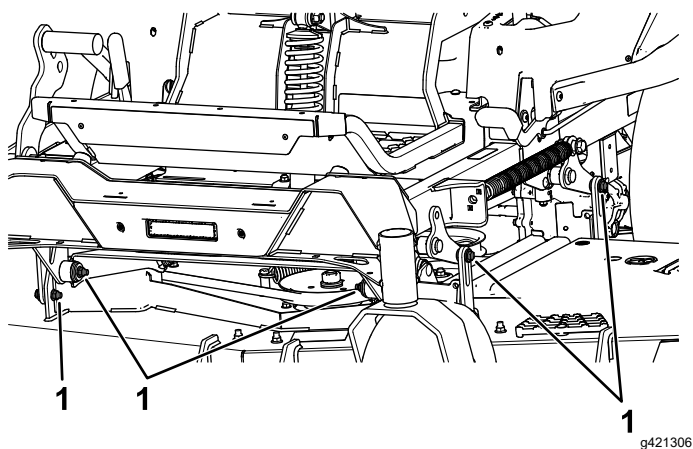

Figura 87
7. Retire y guarde los pernos y las tuercas de ambos lados de la máquina (Figura 87).